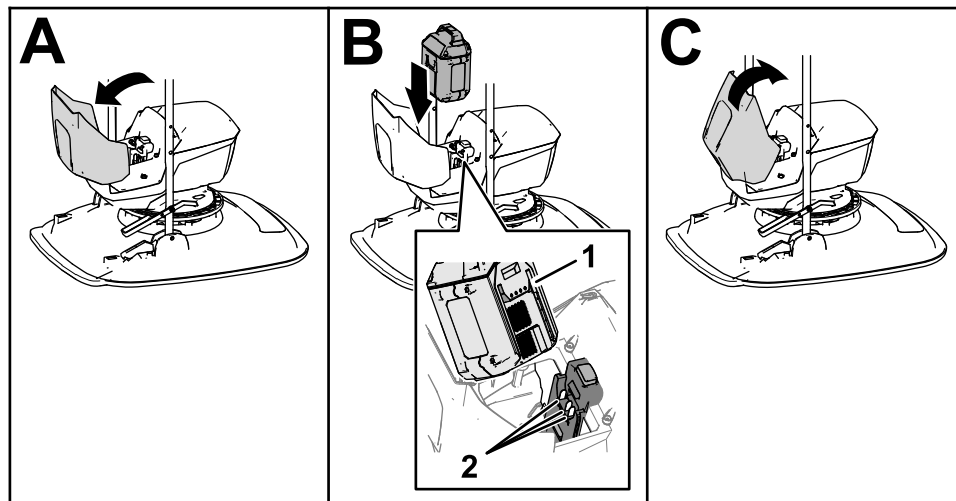

Figure 15
3. Ouvrez le couvercle du compartiment de la batterie (Figure 15).